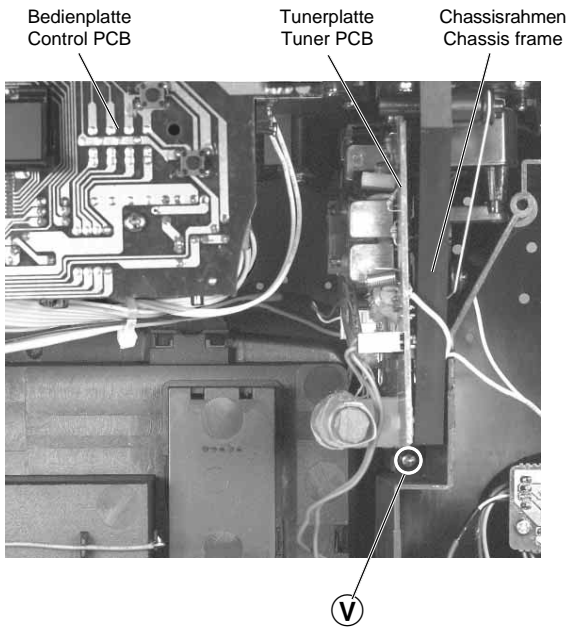

Fig. 7
- Schraube ⑤ herausdrehen (Fig. 7).
- Undo the screw ⑤ (Fig. 7).